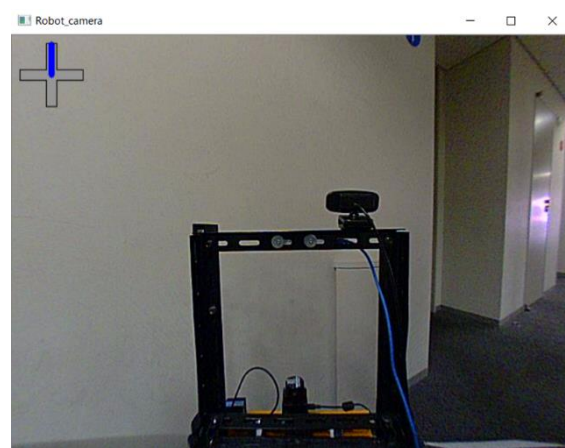

図 4-25 ジョイスティック入力量の表示
5. X ボタンをもう一度押すことにより，LRF 距離データは非表示になる．A ボタンを押すことにより，画面左上部にジョイスティック入力量が表示される．ジョイスティックを上に戻すと，図 4-25 のように入力量が反映される．動作確認時は，キーボードの方向キーを押すことで入力が反映される．